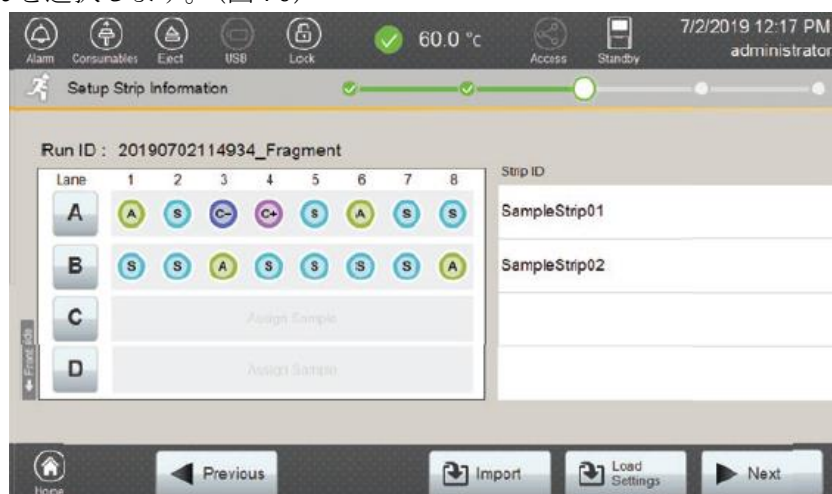

図 70 Setup Strip Information の入力完了画面
10. 必要なレーンすべての設定が完了したら、Setup Strip Information 画面の **Next** を選択します。(図 70)
Spectrum Compact のコントロールソフトウェアでは、完了したランの情報を再利用できます。このオプションを使用すると、前に完了したランの 4 つのレーン（A から D）すべての strip information がコピーされ、Setup Strip Information 画面に表示されます。（図 70）